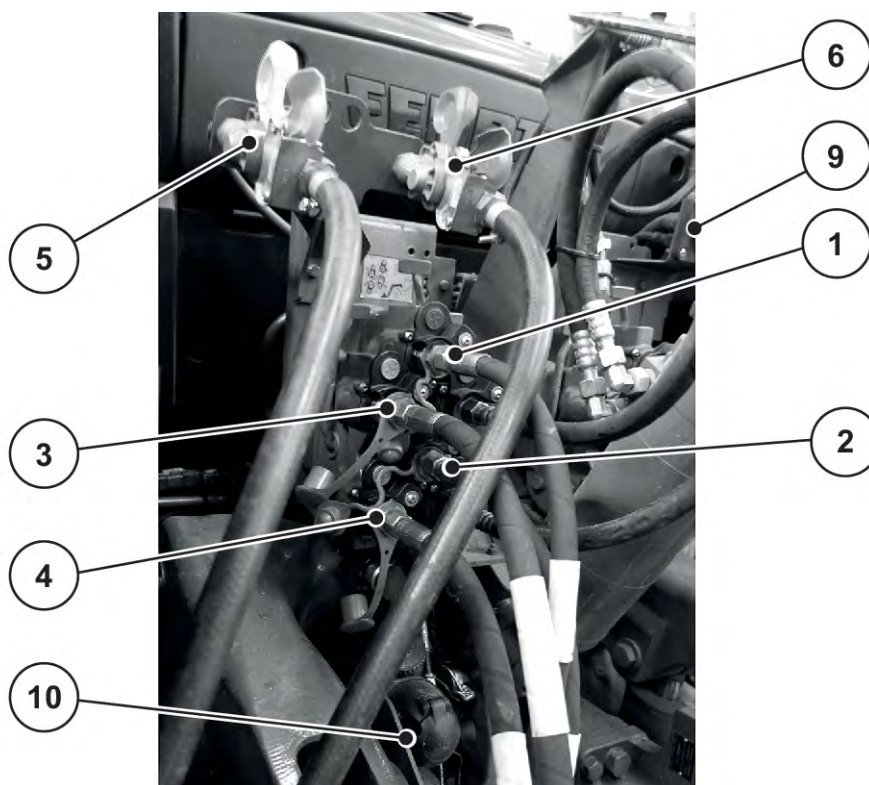

Fig. 22: Tilslutningsrækkefølge af maskinledningerne på traktor
Se Fig. 22
- ▶ Overhold tilslutningsrækkefølgen: Se *Fig. 22 Tilslutningsrækkefølge af maskinledningerne på traktor*